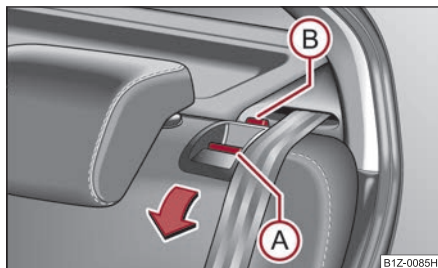

Fig. 83 Desbloquear el respaldo de asiento trasero
- Presione el botón de desbloqueo ① y abata el respaldo del asiento trasero hacia delante ⇒ fig. 83.
- Cerciérese de que la espiga roja (B) está cubierta ⇒ página 83, fig. 83.